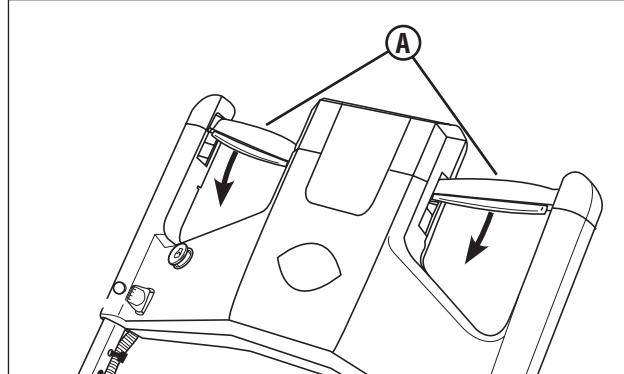

Figura 4: Propulsión del cortacésped
2. Comience oprimiendo lentamente el control de transmisión (A, **Figura 4**) hacia delante para propulsar el cortacésped. La velocidad de desplazamiento puede aumentarse oprimiendo el control de transmisión más hacia delante.